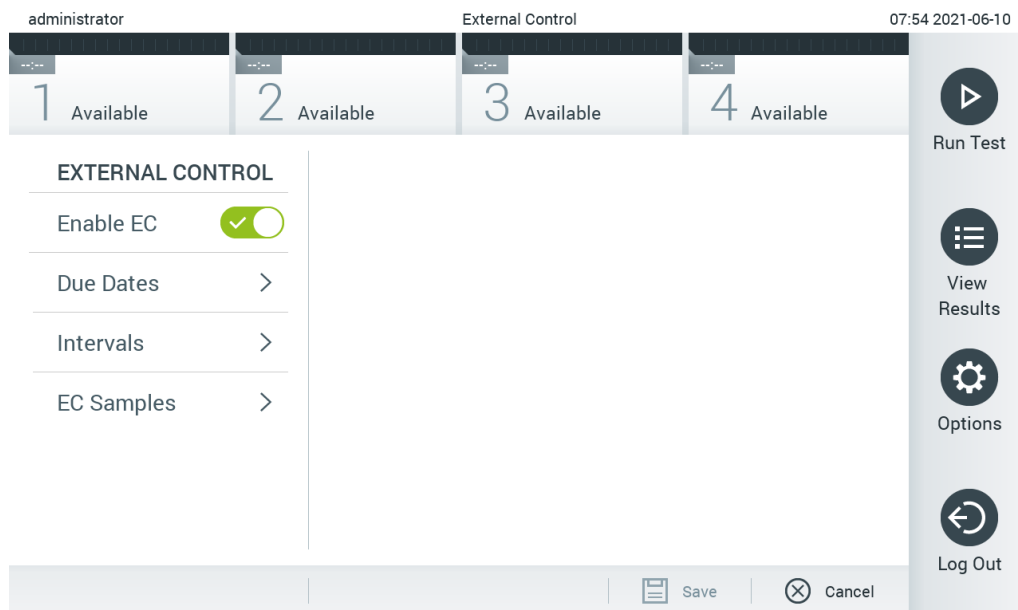

Figura 50. A tela External Control (Controle externo).
2. Pressione o botão de alternância **Enable EC** (Habilitar CE) para ativar o recurso (Figura 50).